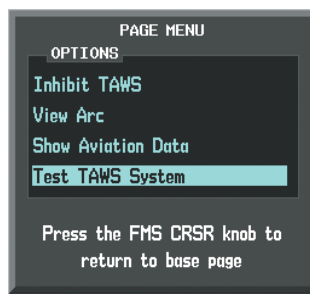

Figure 6-99 TAWS-B Page Menu
- 2) Press the **MENU** Key (Figure 6-99).